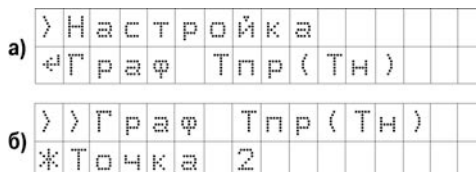

Рисунок 6.1 – Примеры индикации подпунктов меню
- Символ «» (перед названием пункта) указывает на то, что пункт является ветвью (рисунок 6.1, а);
- Символ «» (перед названием пункта) указывает на то, что пункт является параметром (рисунок 6.1, б);